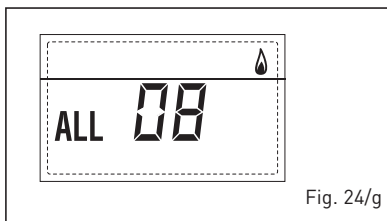

Fig. 24/g
- ANOMALIA Sonda AUSILIARIA "ALL 10" (fig. 24/l)